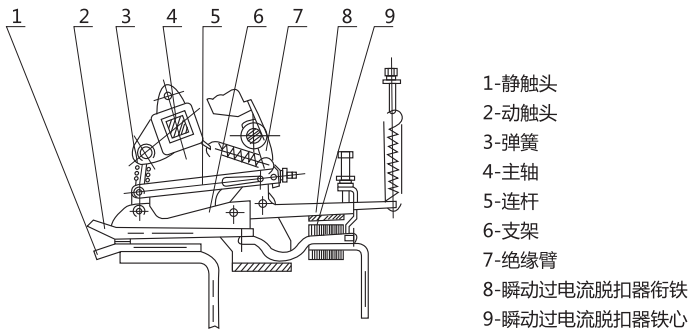

图7 触头系统和瞬动过电流脱扣器原理图
6.2 触头系统和瞬动过电流脱扣器(见图7) 动静触头由较长的平行导体组成,在小电流时起补偿触头压力作用,当出现短路电流时,动静触头之间产生很大的电动斥力,使动触头向上运动,同时推动连杆5向右运动。当穿过触头弹簧的连杆越过死区时,动静触头就很快斥开,此时瞬动过电流脱扣器衔铁8迅速吸合,并由O1支点轴销推动绝缘臂7使机构将断路器迅速断开。